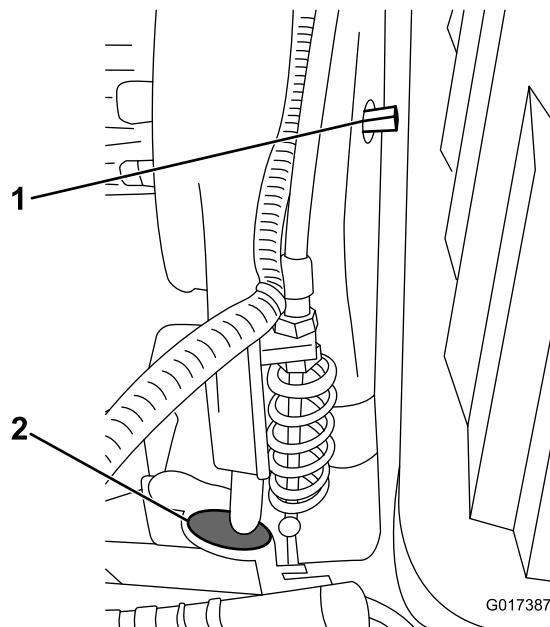
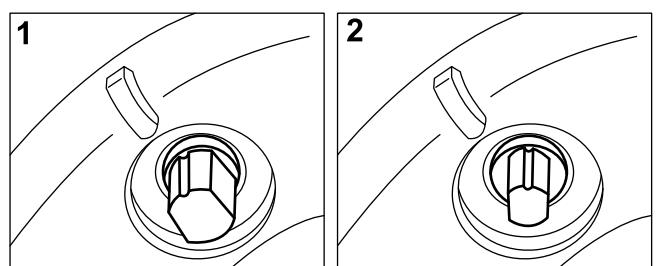

Рисунок 49
Рисунок 50
Если необходим доступ к муфте, извлеките резиновую заглушку (Рисунок 49) из отверстия в передней части трансмиссии.
Натяжение ремня трансмиссии обеспечивается подпружиненным натяжным роликом. Если необходимо приложить или снять натяжение ремня, используйте ключ на 3/8 дюйма, чтобы повернуть вал включения/выключения (Рисунок 49) в требуемое положение. Повернув вал на 1/4 оборота по часовой стрелке, отсоедините натяжной ролик от ремня (Рисунок 50).
- Примечание:** Уберите резиновую заглушку (Рисунок 49) из отверстия в передней части трансмиссии, чтобы осмотреть сцепление барабана.